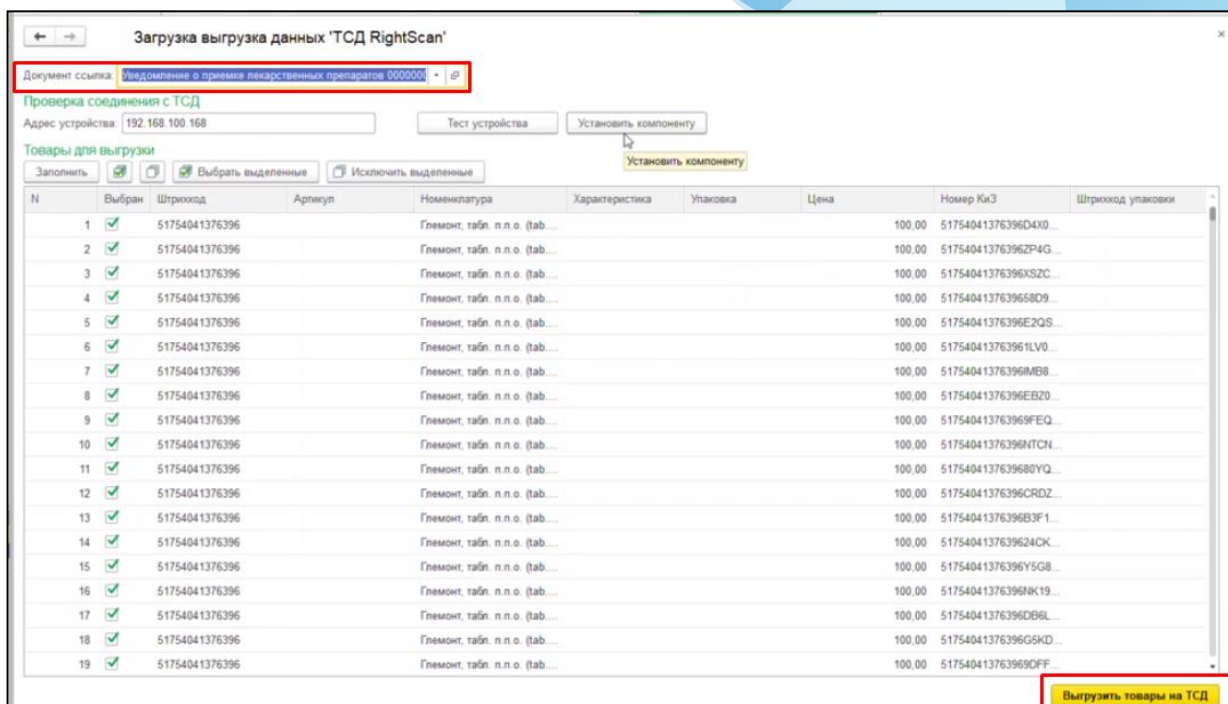

Рис. 5.26 - Уведомление о приемке лекарственных средств
- выбрать необходимый документ «Уведомление о приемке лекарственных средств» при этом терминал должен быть подключен и открыта «Мобильная торговля» (Рис. 5.26).